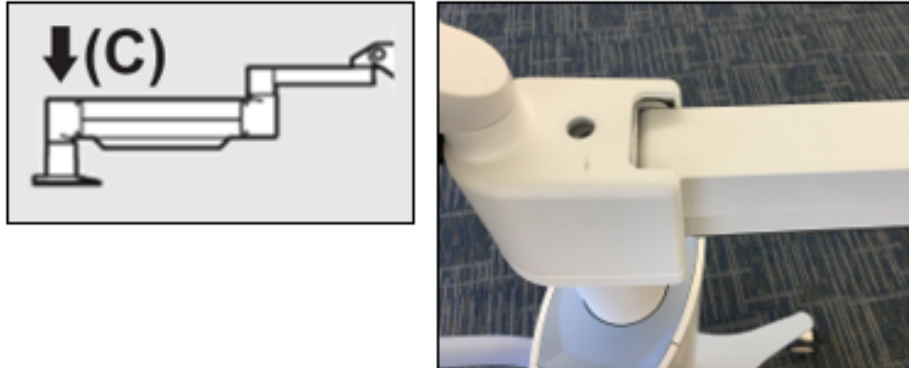

Bild 4-7. Ställ in armens spänning med justeringskrav C för styrka
- Ställ in armens spänning med **justeringskrav C för styrka**. Använd en 7/32 insexnyckel och vrid skruv C motsols tills armen bara börjar röra sig långsamt uppåt. Armen bör studsas tillbaka något när du slår ner den lite lätt efter justeringen. Se bild 4-7.